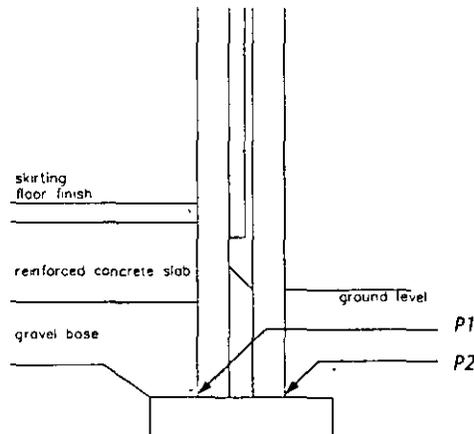

Figura 3-10. Vista de la base del muro
1. Utilice el comando DDVIEW para restaurar la vista TWO. La pantalla mostrará la Figura 3-10.
2. Utilice el comando PLINE para dibujar el contorno del bloque de aislamiento. Comience en el punto de intersección P1 que muestra la Figura 3-10.
3. Repita el comando PLINE para dibujar el contorno del ladrillo. Comience en el punto de intersección P2 indicado en la Figura 3-10.